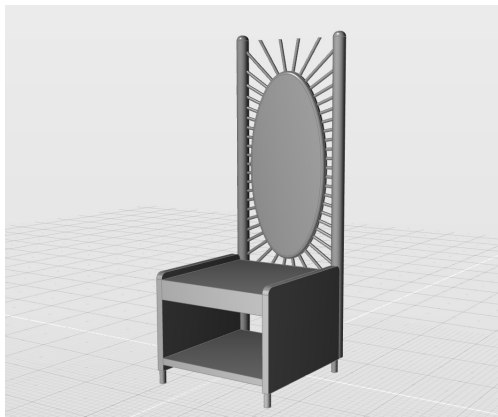

图 5-43 边桌建模结果
2) 在应用工具栏中, 激活“隐藏/取消隐藏所有曲线”图标, 视图中所有曲线都被隐藏, 如图 5-43 所示, 此时读者可以更好地观察模型。